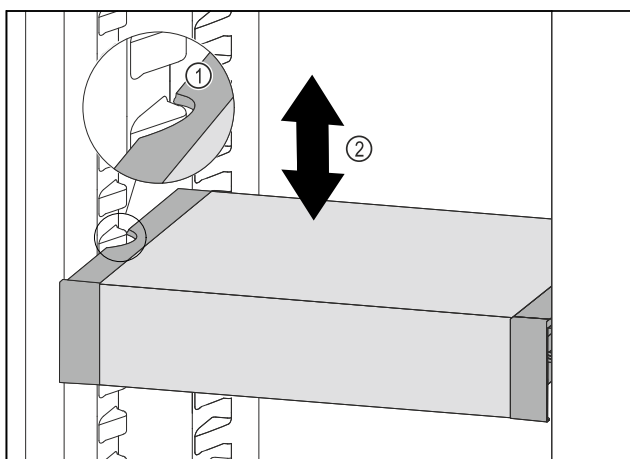

Fig. 202
- Táhněte VarioSafe dopředu, dokud nebudou boční vybrání VarioSafe na úrovni žebrování na nádoby v chladničce. Fig. 202 (1)
- Posouvejte VarioSafe v chladničce nahoru nebo dolů, dokud nedosáhnete požadované výšky. Fig. 202 (2)